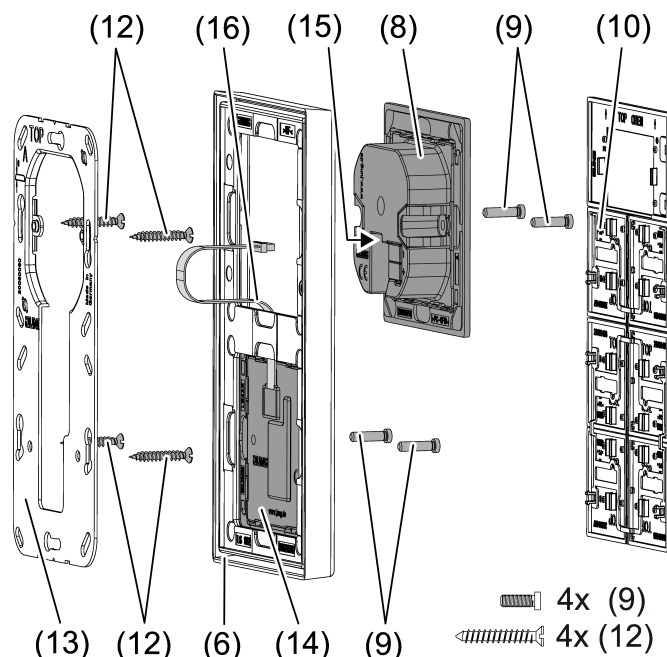

Figura 3: Montaje con módulo de ampliación del sensor de tecla
Si se utiliza el módulo de ampliación del sensor de tecla (véase figura 3): montaje preferiblemente en vertical. Utilizar el aro soporte grande (13). En caso de montaje en una sola caja para mecanismos, empotrar los tornillos inferiores en la pared, p. ej. con un agujero de  $\varnothing 6 \times 10$  mm. Utilizar el aro soporte como plantilla.
- Montar correctamente el aro soporte (5) o (13) en una caja para mecanismos. Tener en cuenta la marca **TOP** = arriba; marca **A** o **B** delante. Utilizar exclusivamente los tornillos para cajas (12) suministrados.
- Encajar el marco (6) sobre el aro soporte.
- Montar el módulo de ampliación del sensor de tecla (14) preferiblemente en la parte de abajo. Pasar el cable de conexión (16) entre el aro soporte y la pieza de unión intermedia.
- Módulo de ampliación del sensor de tecla: insertar correctamente la línea de conexión (16) en el conector (15) del módulo de reglaje. No apretar la línea de conexión (véase figura 3).
- Conectar el módulo de reglaje (8) con el borne de conexión KNX (11) al KNX y encajar en el aro soporte.
- Fijar el módulo de reglaje (8) y módulo de ampliación del sensor de tecla (12) al aro soporte con los tornillos de plástico (8) suministrados. Apretar solo ligeramente los tornillos de plástico.
- Antes de montar las teclas (10), cargar la dirección física en el aparato (véase el capítulo 5.2. puesta en funcionamiento).